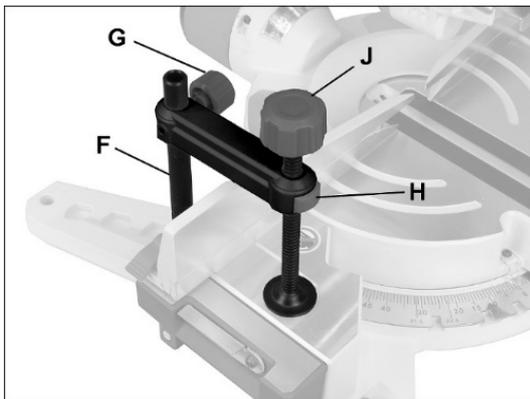

Рис. 4-2
1. Вставьте стойку прижима (F, Рис. 4-2) в отверстие, расположенное за левой или правой частью упора.
2. Ослабьте ручку (G), чтобы поднять или опустить опору прижима, затем снова затяните ручку.
3. Нажмите кнопку (H), чтобы прижим опустился на заготовку, затем с помощью ручки (J) затяните его для надежной фиксации заготовки.